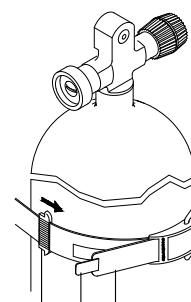
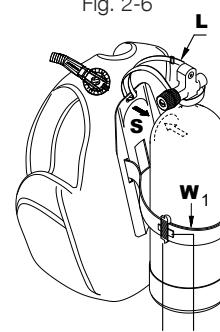

Fig. 2-5
Fig. 2-6
2. Si el chaleco compensador de flotabilidad tiene una placa trasera dura, coloque la cavidad (S) de la placa trasera en el hombro de la botella (Fig. 2-6) y luego ajuste la correa (Fig. 2-5 y 2-7) del cinturón de desenganche rápido (W1) alrededor de la botella.
3. Cierre la hebilla (C) (Fig. 2 – 7). Si la correa está demasiado ajustada o demasiado floja, abra el velcro y la hebilla para readjustar la longitud de la correa (Fig. 2-5) del cinturón de desenganche rápido (W1). Para mayor seguridad, deslice la cinta (SL) (Fig. 2-5) alrededor del extremo de la correa (T). En los compensadores de flotabilidad con una placa trasera dura, con la botella montada en el chaleco compensador de flotabilidad se puede levantar toda la unidad utilizando el mango integrado en la placa trasera.